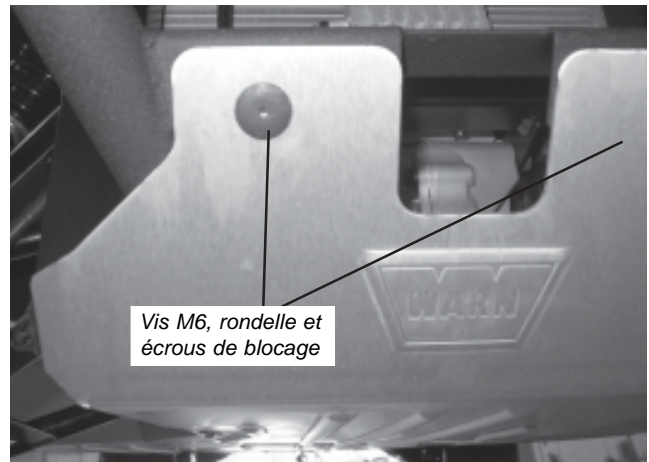

Figure 4
5. Placez la plaque de protection avant sur le véhicule. Utilisez le serre-joint pour maintenir temporairement la plaque de protection contre le cadre. Percez les emplacements de fixation du pare-chocs avant à l'aide d'une mèche 17/64. Posez une vis M6 (B1), une rondelle (B3) et un écrou de blocage (B4). Ne percez pas d'autres trous pour l'instant. (Figure 4)